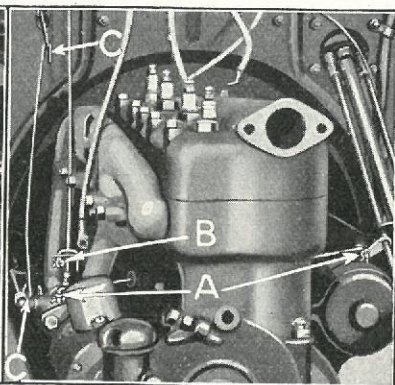

Fig. 28
- 25 Aftagning af Karburatorreguleringsstang.** Udtag de to Splitter (Fig. 28-A), hvormed Stangen fastholdes i hver Ende.
- 27 Aftagning af Tippetraaden.** Løft Krogen ved »C« af (Fig. 28).